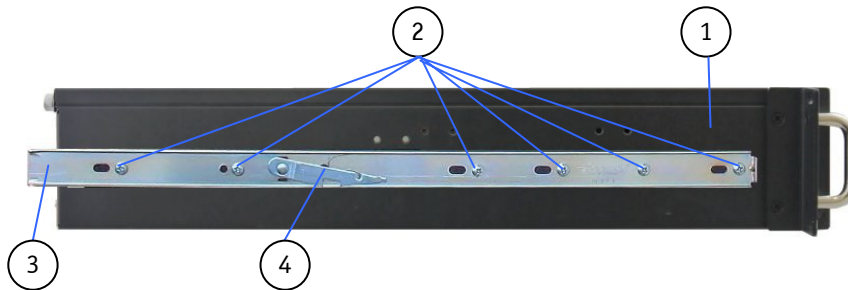

Abb. 49: Befestigung des Teleskopschienen-Innenteils auf eine KISS 2U V2-Plattform
**Legende für Abbildungen:** Abb. 49, Abb. 50 und Abb. 51: